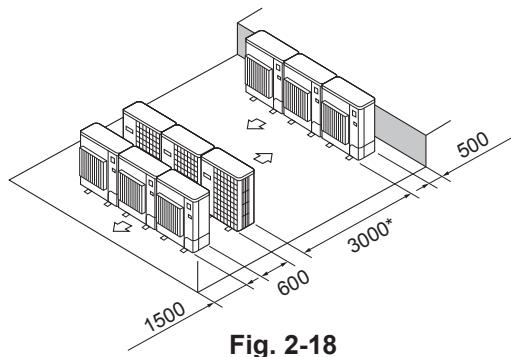

Fig. 2-18
- ⑥ Plassering av flere parallele enheter (Fig. 2-18)